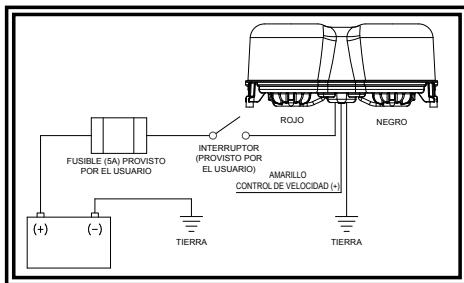

Figura 2
5. Conecte los cables de alimentación como se indica en la sección de cableado (vea la figura 2).
El cableado para esta configuración es el que se muestra en la figura 2 a continuación. Todo el cableado debe ser como mínimo 18 AWG. La línea positiva debe tener un fusible de 5 amperes, según se indica. Se puede utilizar un interruptor para controlar la función de encendido-apagado. Se sugiere pasar el cable de conexión a tierra directamente al terminal negativo de la batería. Se recomienda enrutar el cable verde directamente al terminal negativo de la batería. Para una velocidad de rotación de 120 FPM, conecte solamente el alambre rojo a la potencia (+) y aisle el alambre amarillo. Para una velocidad de rotación de 75 FPM, conecte juntos los alambres rojo y amarillo a la potencia (+).